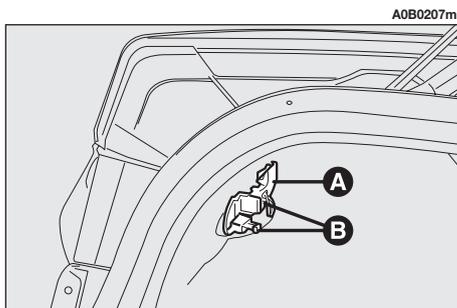

fig. 44
– Estrarre il gruppo portalampe (**A-fig. 44**) agendo sulle linguette di ritegno (**B-fig. 44**).
– Reinscrivere il gruppo portalampade fissandolo correttamente in posizione mediante le linguette di ritegno (**B-fig. 44**).